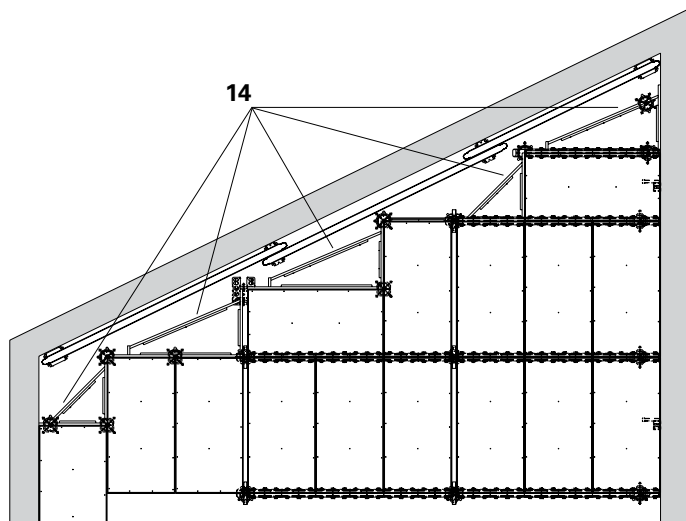

Fig. A5.20
3. Colocar o bastidor triangular (14) no suporte (viga principal, cabeçal de apoio ou cabeçal de borde, apoio de extremidade). (Fig. A5.20)